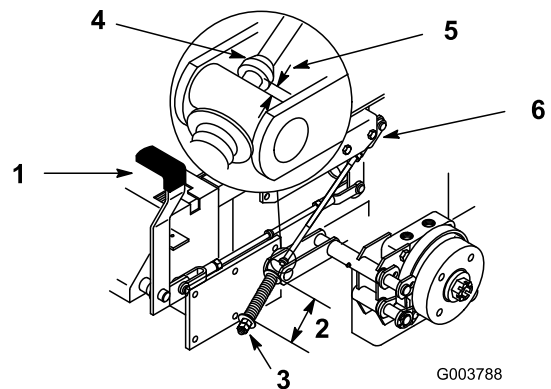

Figura 48
La medida debe ser de 70 mm (2-3/4 pulg.) entre las arandelas (Figura 48).
3. Si es necesario un ajuste, afloje la contratuerca que está debajo del muelle y apriete la tuerca que está directamente debajo de la horquilla (Figura 48). Gire la tuerca hasta obtener la medida correcta. Apriete las dos tuercas juntas y repita en el otro lado de la unidad.
La medida debe ser de 5-7 mm (3/16-1/4 pulg.) (Figura 48).
7. Si es necesario un ajuste, afloje la contratuerca que está justo por debajo de la horquilla. Gire la varilla inferior hasta obtener la medida correcta (Figura 48). Apriete la contratuerca junto a la horquilla